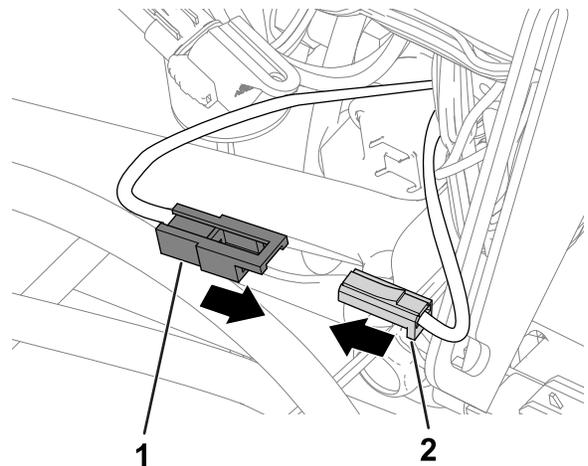

Figura 8
3. Montate il circuito di alimentazione collegando i connettori del portafusibili della macchina e del portafusibili del kit (Figura 8).